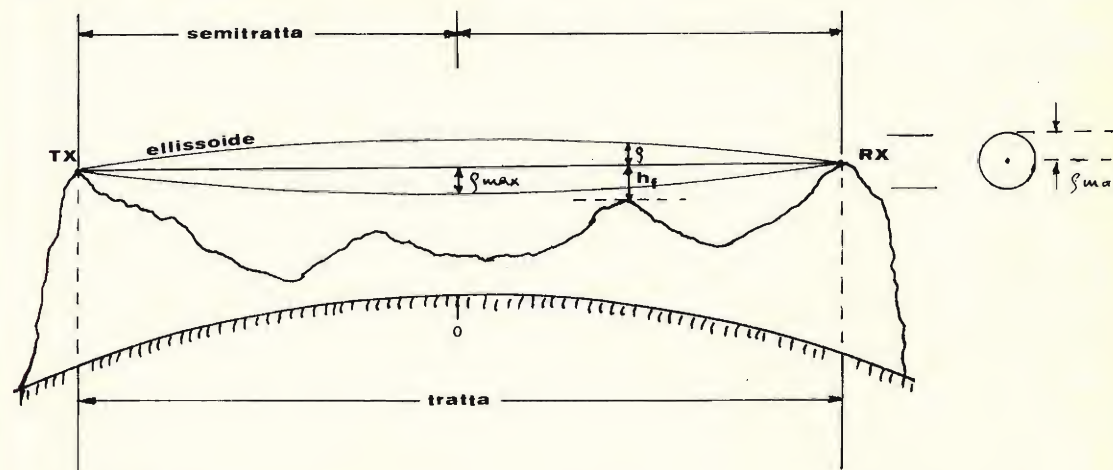
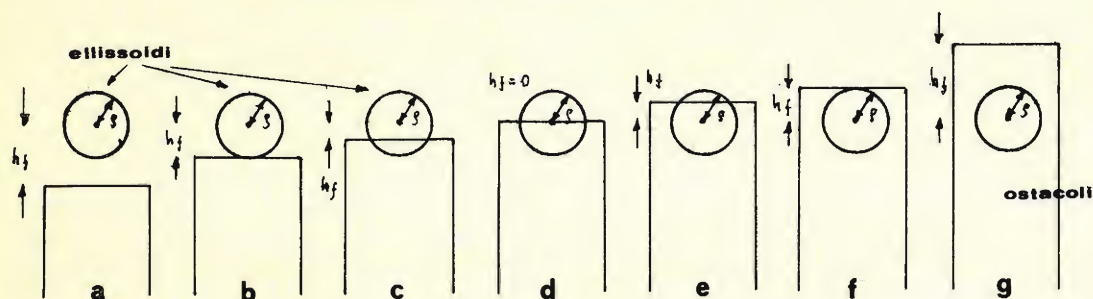
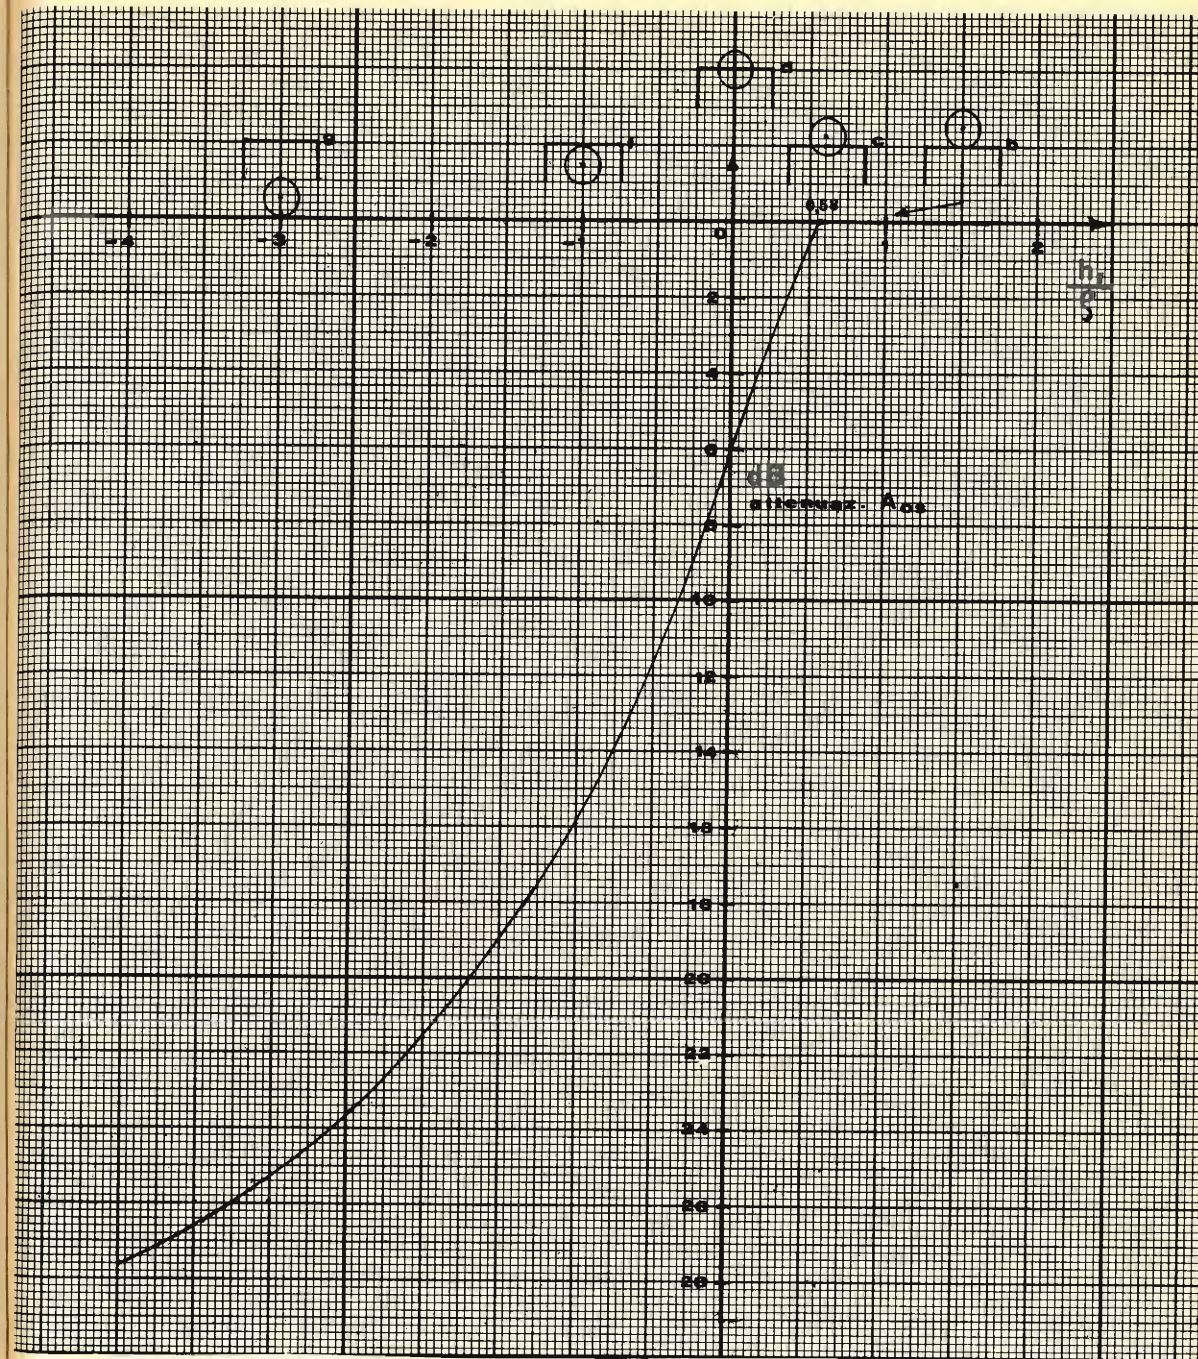

figura 15
figura 16
figura 17
Questo solido prende nome di 1° ellissoide di Fresnel. In teoria si tratterebbe infatti proprio di un vero ellissoide con i rispettivi fuochi in TX e RX. Per tutti gli scopi pratici è però sufficiente considerarlo fusiforme come in figura 15. Per la relativa determinazione geometrica, e quindi per la relativa tracciatura sul profilo di tratta, si potrà facilmente procedere in base ai grafici di cui alle figure 18 e 19 che vedremo successivamente.
Vediamo ora in figura 16 le situazioni che nella pratica effettiva si possono presentare. Immaginiamo di porci fisicamente dove si trova l'antenna ricevente della figura 15 e di guardare verso il TX. In questo caso si rileva che non vi sono ostacoli interposti per cui la visibilità « radioelettrica » è assicurata. Se però l'ostacolo dovesse invadere l'el-
lissoide, a seconda delle caratteristiche di questa interferenza (eventualmente variabile in conformità delle variabili condizioni della troposfera e quindi dell'indice troposferico « K »), possono verificarsi diverse situazioni che riportiamo schematicamente appunto in figura 16. Il grafico di figura 17 fornirà poi il valore dell'attenuazione da computare nei singoli casi, sotto la voce « attenuazione da ostacolo » ( $A_{os}$ ).
- e - il franco sull'ostacolo diventa negativo, cioè  $h_i < 0$  l'attenuazione aumenta vedere figura 17.
Si tratta di casi di interazione tra ostacolo ed ellissoide rappresentati qualitativamente in figura 16. Il grafico si riferisce all' $A_{os}$  prevista teoricamente su spigolo vivo; il caso pratico si discosta solitamente da questa condizione e l'attenuazione aumenta.
Il grafico di figura 17 ci consente di calcolare l'attenuazione da ostacolo ( $A_{os}$ ) in dB in funzione del rapporto
il cui significato è ben visibile negli esempi di figura 16.
5) determinare ora in funzione di  $h_r/\rho$  l'entità della attenuazione da ostacolo ( $A_{os}$ ) direttamente in dB, mediante la figura 17;